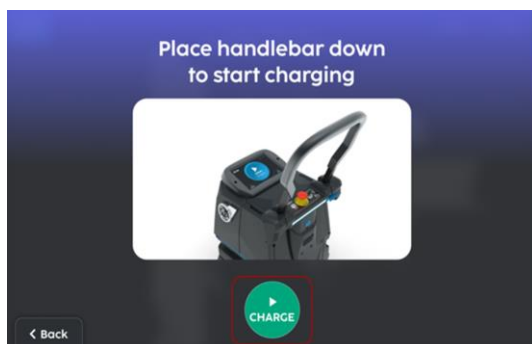

FIGURE 12-16
5. Un écran de chargement s'affiche suivi d'une invitation à abaisser la barre de maniment (Fig. 12-16).